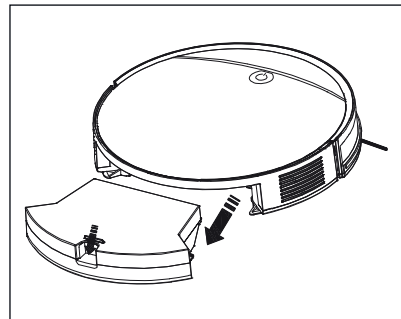

Abb. 7
- 1) Drücken Sie die Entriegelungstaste **13** des Staubbehälters **14** und ziehen Sie ihn aus dem Gerät (siehe Abb. 7).